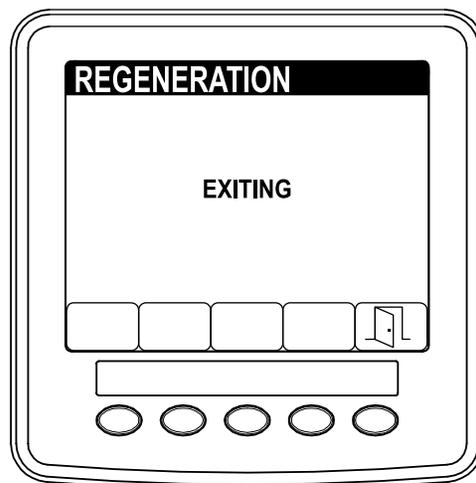

Рисунок 70
**Примечание:** Если вы нажмете кнопку 5 во время выполнения процесса регенерации, то выйдете из режима регенерации. На экране EXIT (ВЫХОД) нажмите кнопку 5, чтобы возвратиться в меню SERVICE (ТЕХОБСЛУЖИВАНИЕ) (Рисунок 70).